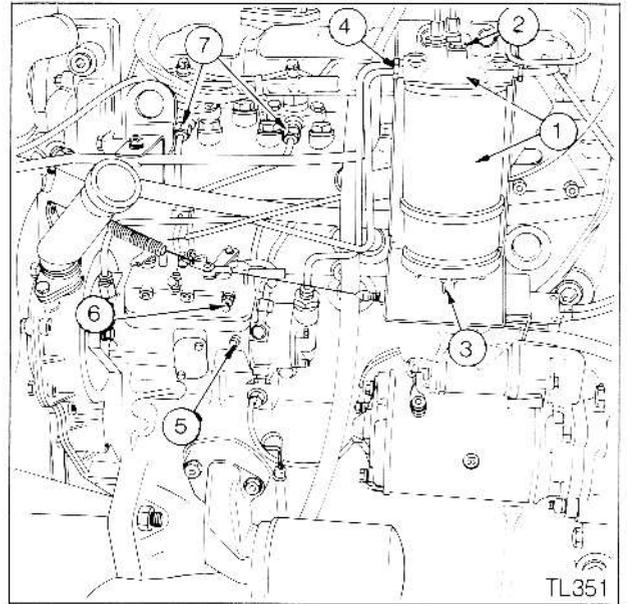

Fig 73
Tracteurs quatre cylindres (Fig. 73).
1. Fig. 73 et 74. Desserrer le raccord de sortie (4) sur le/les filtre(s) à combustible.